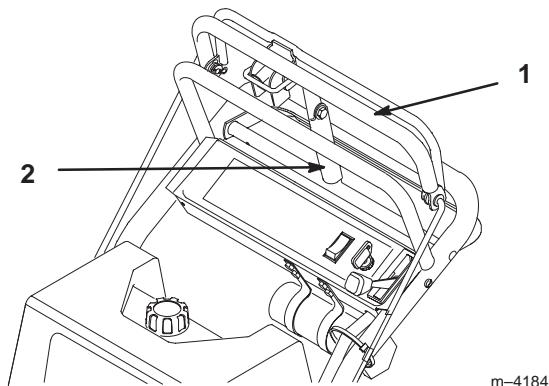

Bild 15
1. Ziehen Sie die obere Schalteiste (Bild 15) zurück und halten sie in dieser Stellung.
2. Heben Sie den Riegel der Feststellbremse (Bild 15) hoch und lassen die obere Schaltstange langsam los. Das Bremspedal sollte in der aktivierten (gesperrten) Position bleiben.
1. Ziehen Sie die obere Schaltstange zurück (Bild 15). Senken Sie den Riegel der Feststellbremse in die gelöste Stellung ab.